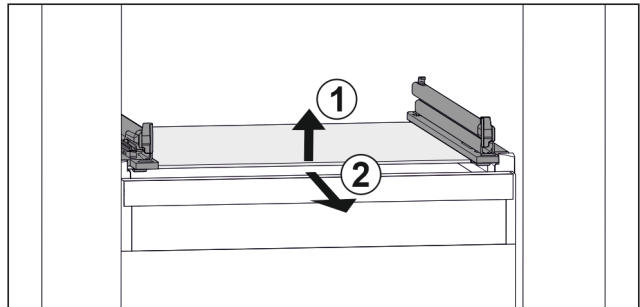

Fig. 88 Beispielhafte Darstellung der Glasplatte
- ▶ Glasplatte vorne anheben. *Fig. 88 (1)*
- ▶ Glasplatte nach vorne entnehmen. *Fig. 88 (2)*